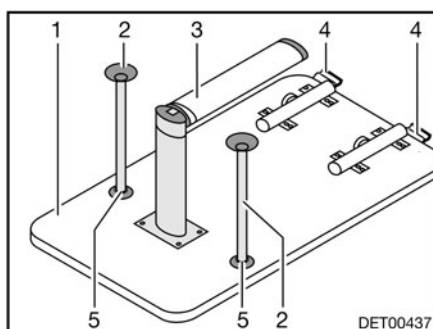
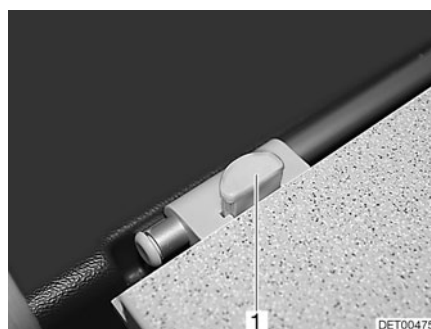

Fig. 75 Sommier de lit
Fig. 76 Dispositif de verrouillage
- Soulever légèrement le plateau de table (Fig. 75,1) à l'avant d'env. 45°.
- Rabattre la partie inférieure du pied de table à joint (Fig. 75,3) de 90°. Suivant le modèle, tirer la partie inférieure du pied de table à joint vers le bas ou appuyer sur le bouton de déverrouillage.
- Appuyer sur le bouton de déverrouillage (Fig. 75,4) sur le dispositif de verrouillage (Fig. 76,1).
- Suivant le modèle, enfoncer les deux pieds d'appui supplémentaires (Fig. 75,2) dans les fixations (Fig. 75,5) sur le dessous du plateau de table.